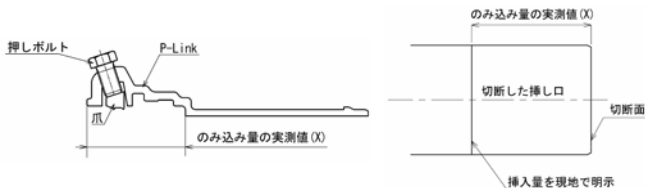

図51 挿し口の挿入量 (X)
P-Linkにゴム輪をセットする前に、P-Link端面から奥部までののみ込み量の実測値 (X) を測定する。それを切断した挿し口の挿入量 (X) として挿し口外面全周 (または円周4ヵ所) に白線で明示する (図51参照)。